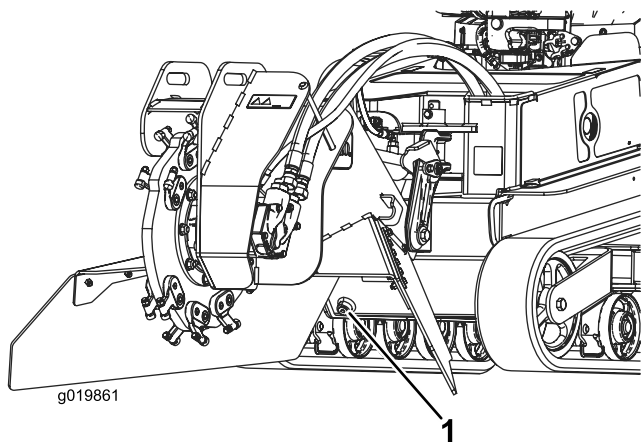

図 62
7. ドレンプラグを外して排出されるオイルを容器に回収する 図 62。